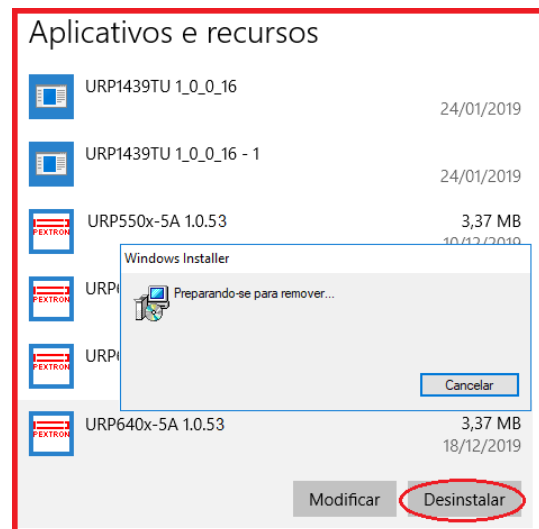

Figura 3.23: Ilustrativo- Removendo o aplicativo URP640x_5A_1.0.xx para atualização de versão.
d) Desinstalando o programa aplicativo (figura 3.23).